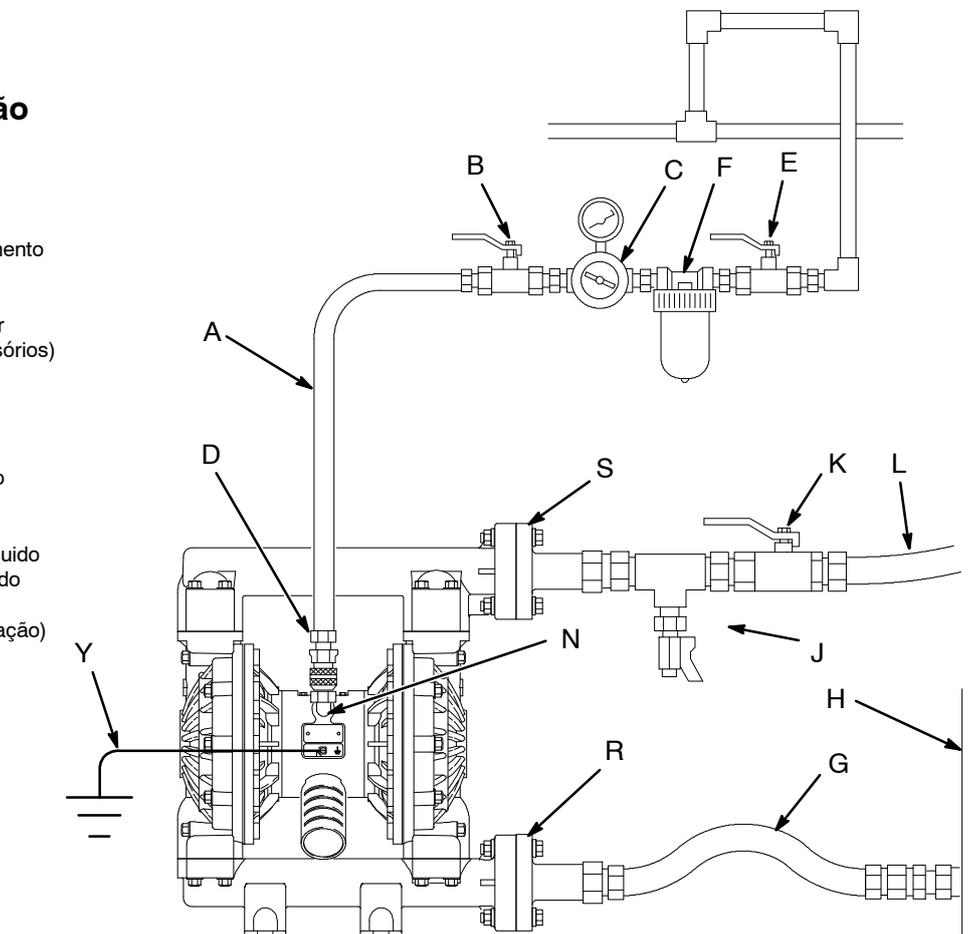

Fig. 2
- A instalação típica demonstrada na Fig. 2 é apenas um guia para a seleção e instalação de componentes do sistema. Contacte o seu distribuidor da Graco ou o Apoio Técnico da Graco (ver verso) para a assistência no planeamento de um sistema adequado às suas necessidades.
O sangramento da válvula principal de ar (B) é necessário no seu sistema para aliviar o ar retido entre esta válvula e bomba. O ar preso pode causar alteração do ciclo de forma inesperada, o que pode resultar em ferimentos graves, incluindo respingos nos olhos ou na pele, lesões de partes móveis, ou contaminação por líquidos perigosos. Ver Fig. 2.
1. Instale os acessórios da linha de ar como mostrado na Fig. 2. Monte estes acessórios na parede ou num suporte. Certifique-se que a linha de ar que fornece os acessórios é eletricamente condutora.
- a. Instale um regulador de ar (C) e calibre para controlar a pressão do líquido. A pressão de saída do líquido vai ser a mesma que a configurada no regulador de ar.
- b. Localize uma válvula principal de ar de sangramento (B) perto da bomba e use-a para aliviar o ar preso. Ver **ADVERTÊNCIA** à esquerda. Localize a outra da válvula de ar principal (E) a montante de todos os acessórios da linha de ar e use-a para os isolar durante a limpeza e reparação.
- c. O filtro da linha de ar (F) remove a sujeira e humidade nociva do fornecimento de ar comprimido.
2. Instale um condutor de eletricidade, a mangueira de ar flexível (A) entre os acessórios e a bomba de ar de entrada (N) 1/2 npt (f). Ver Fig. 2. Utilize uma mangueira de ar de, no mínimo, 1/2" (13 mm) de ID.
3. Aparafuse um engate de linha de ar de desconexão rápida (D) sobre a extremidade da mangueira de ar (A), verifique se o engate de portabilidade é suficientemente grande para não limitar o fluxo de ar, o que irá afetar o desempenho da bomba. Enrosque confortavelmente a união de engate na entrada de ar da bomba. Não ligue o engate (D) à instalação até que a bomba esteja pronta para funcionar.
### LEGENDA PARA FIG. 2
Uma válvula de drenagem de líquido (J) é necessária para aliviar a pressão na mangueira flexível, caso esta seja ligada. A válvula de drenagem reduz o risco de ferimentos graves, incluindo respingos nos olhos ou na pele, ou contaminação por líquidos perigosos quando a pressão é aliviada. Instale uma válvula junto à saída de líquido da bomba. Ver Fig. 2.
1. A saída de líquido da bomba (S) é uma flange de face com rebordo de 1-1/2 pol. Consulte **Ligações da Flange** na página 9.
2. Instale uma válvula de drenagem de líquido(J) perto da saída de líquido. Ver **ADVERTÊNCIA** em cima.
3. Instale uma válvula de fecho (K) na linha de saída de líquido.